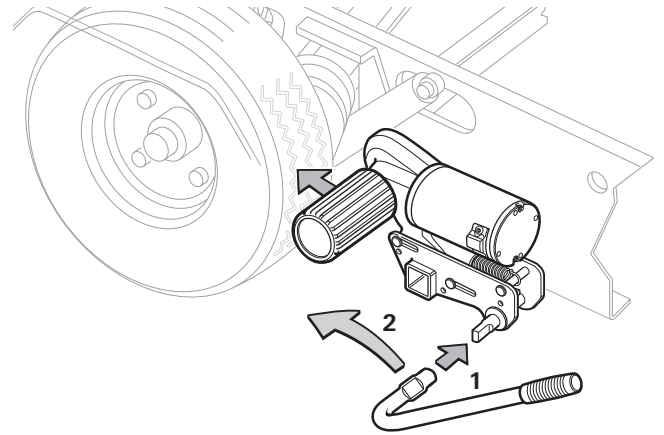
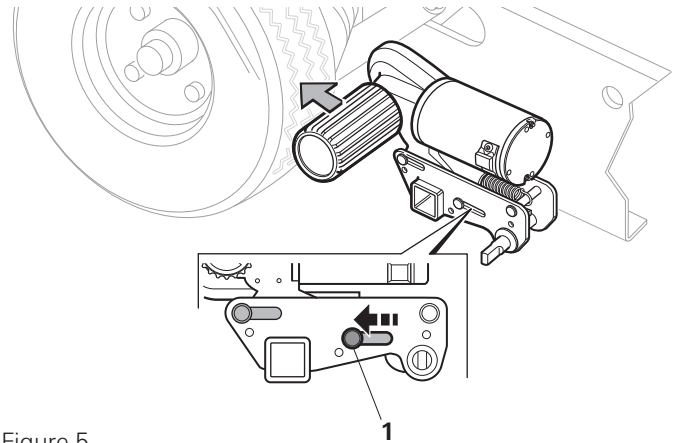

Figure 4
Figure 5
- Enfoncer le levier de plaquage sur l'arbre de rabatement (figure 4 - 1).
- Tourner le levier de plaquage dans le sens de la flèche (vers la roue du véhicule) (figure 4 - 2) jusqu'à ce que l'indicateur de position dans le boîtier se trouve sur « √ » (figure 5 - 1). L'unité d'entraînement s'enclenche en position finale et le rouleau d'entraînement se presse d'environ 20 mm contre le pneu. Cela doit être vérifié sur les deux côtés avant la manœuvre.